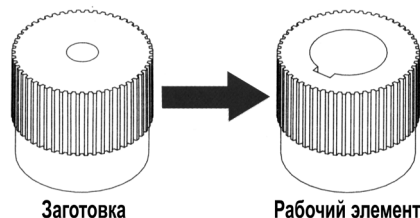

Рис.4 Приводная соединительная втулка
4.2. Настройка механических упоров (Рис. 4)